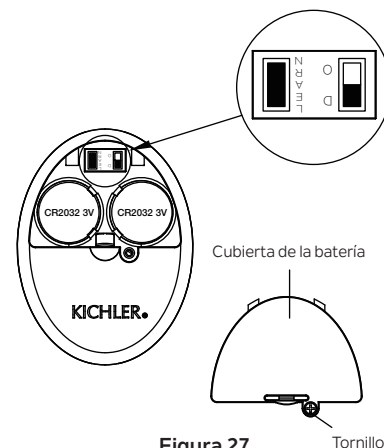

Figura 27
De lo contrario, el control remoto no funcionará. Para realizar este proceso manualmente, siga los pasos a continuación: Después de instalar y cablear la unidad, restaure la energía a su ventilador, presione y mantenga presionada la tecla LEARN (Aprender) durante 1-3 segundos, el ventilador se encenderá a velocidad media y la luz (si está instalada) se encenderá. Esto confirma que se ha completado el proceso de aprendizaje. Esta operación debe completarse dentro de los 30 segundos después de restaurar la energía al ventilador. (Figura 27)
NOTA: Asegúrese de que el interruptor deslizable en el compartimiento de la batería marcado “D O” esté en la posición “D”. (Figura 27)
Paso 4. Vuelva a colocar la cubierta de la batería y apriete con un destornillador. (Figura 27)